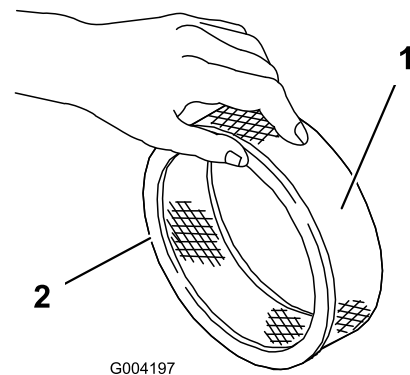

Bild 20
5. Untersuchen Sie den Papierfilter auf Risse, einen öligen Film und Schäden an der Gummidichtung (Bild 20).
1. Schieben Sie den Schaumvorfilter vorsichtig auf den Papierfilter (Bild 20).